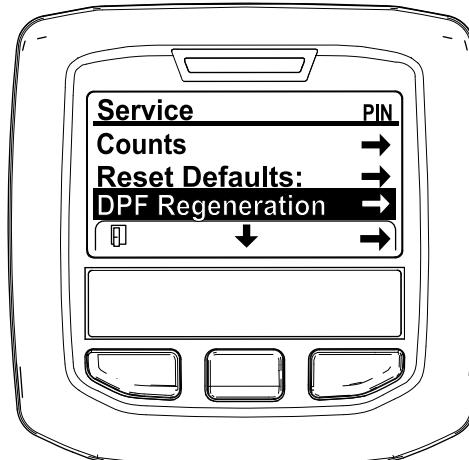

Figura 31
- No MENU DE MANUTENÇÃO, prima o botão do meio até surgirem as opções de REGENERAÇÃO DO DPF e prima o botão direito para selecionar a opção de REGENERAÇÃO DO DPF (Figura 31).